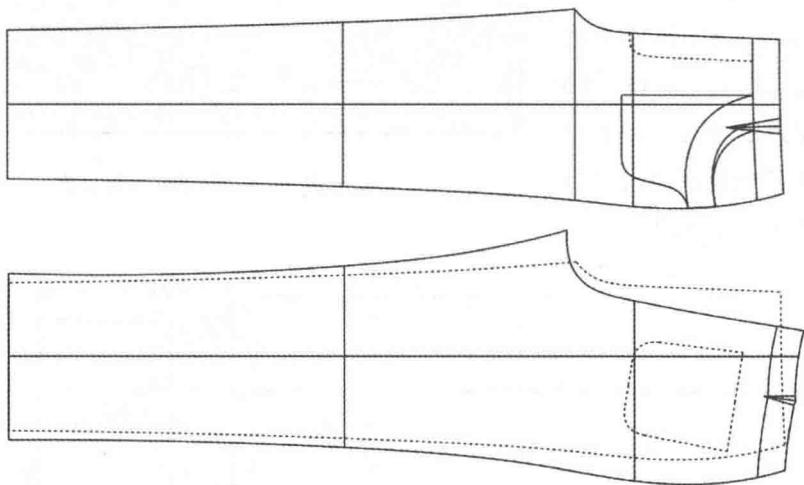

图 7-53 牛仔裤结构图
②牛仔裤与直筒裤计算公式不同的地方是前小裆和后小裆。牛仔裤前小裆计算公式是 $\frac{\text{臀围 } 92\text{cm}}{30}$ ，后小裆是 $\frac{\text{臀围 } 92\text{cm}}{10}$ 。
(3) 参照直筒裤的 CAD 制版方法，我们将牛仔裤结构图绘制好（图 7-53）。